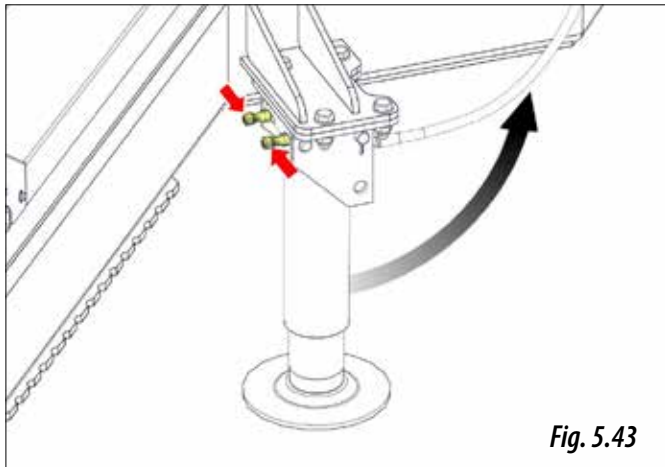

Fig. 5.43
- 2- Desbloquear los seguros (Fig. 5.43) y subir el pie de apoyo hasta enclavar los seguros nuevamente.